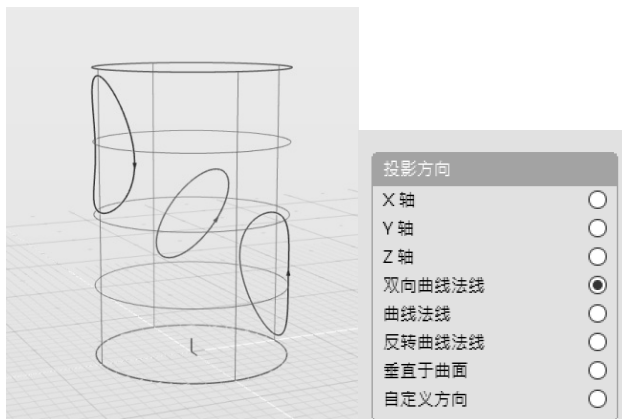

图 3-100 默认投影结果（左）及投影方向（右）
2) 激活建模工具栏中的“曲线投影”工具，当提示“拾取曲线”时，点选视图中的圆，按〈Enter〉键确认；当提示“拾取曲面”时，点选视图中的圆柱曲面，按〈Enter〉键确认。此时在圆柱曲面上获得圆曲线默认的投影曲线。从控制面板中可见，其投影方向为“双向曲线法线”方向，即该圆曲线的垂直方向及其对称方向，如图 3-100 所示。